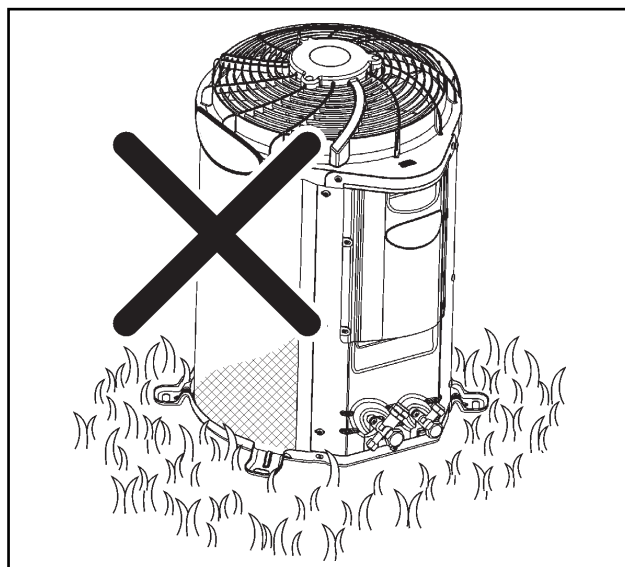

FIGURA 4 - DESNIVELAMENTO UNIDADE CONDENSADORA
- Recomenda-se **não** instalar a unidade diretamente sobre superfícies irregulares, tal como grama, pois acabará por prejudicar o nivelamento da unidade (figura 4). Ao final da instalação a unidade deve estar corretamente nivelada.